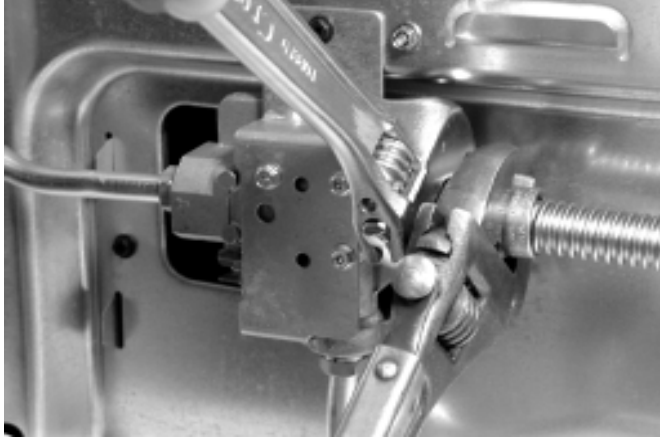

Fig. 10
- c. Apriete el accesorio del suministro de gas y/o el conducto del electrodoméstico al adaptador de unión al lado derecho del regulador de presión (consulte la Fig. 10) usando NO MÁS DE 15 pies/libra de par (torsión). Asegúrese de estabilizar el adaptador de unión curva de 1/2" con la llave ajustable antes de apretar el accesorio y/o el conducto del electrodoméstico.